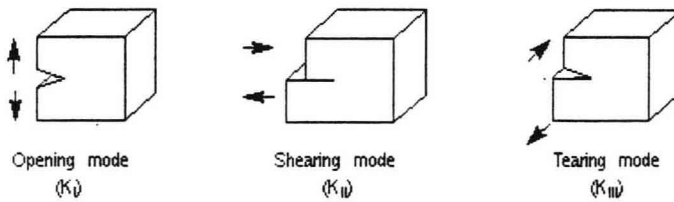

图 10-1 三种基本的断裂模型
- 伴随着三种基本断裂模型的应力强度因子 (K_I 、 K_{II} 、 K_{III}) (见图 10-1)；
- 能量释放率 (G)，它反映裂纹张开或闭合时功的大小；